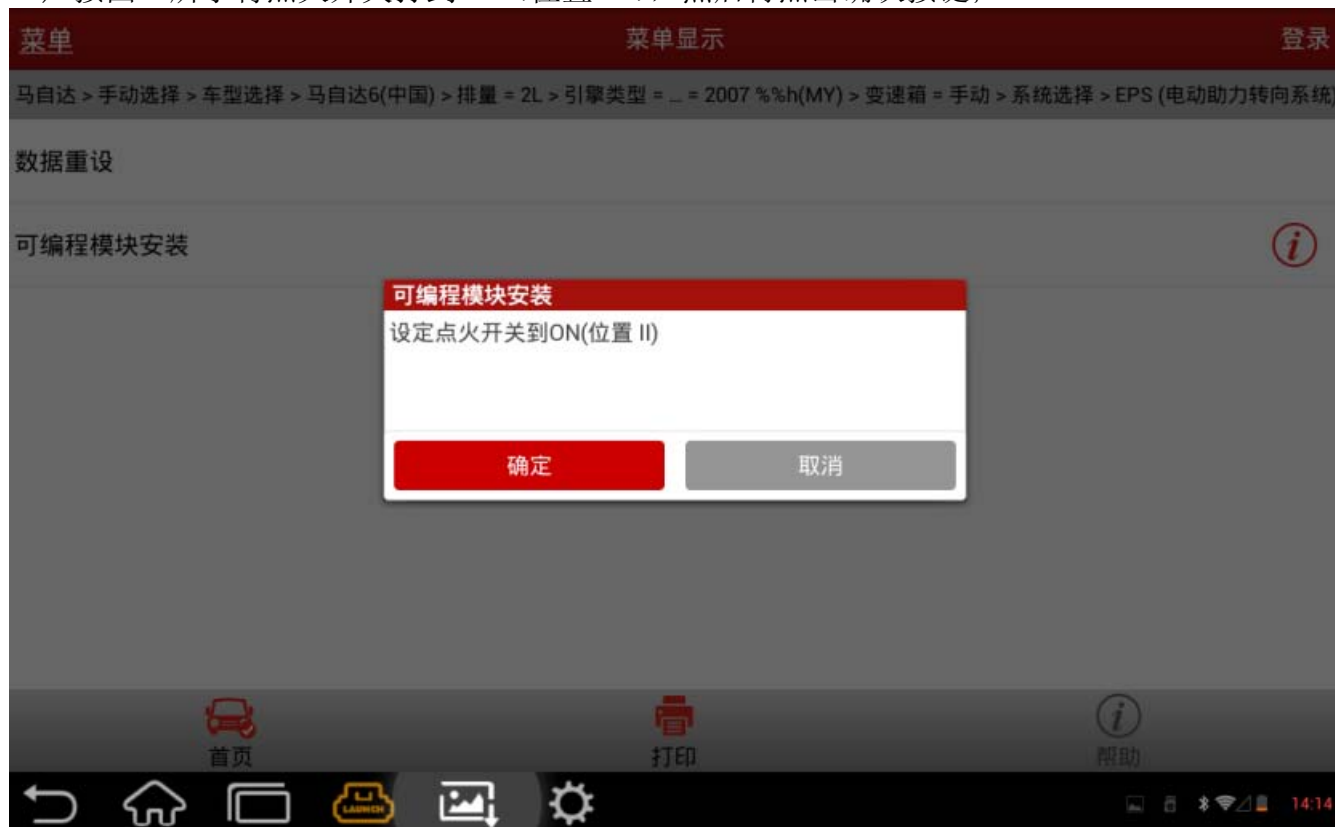

图 5
- 16). 按图 5 所示将点火开关打到 ON (位置 II), 然后再点击确认按键;